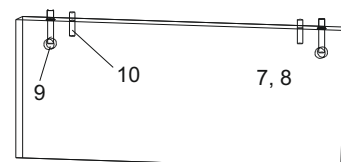

Рис.2
1. В детали 1 и 2 вставить эксцентрики 9 стрелками к торцевым отверстиям и в торцевые отверстия шканты 10 согласно рис.2.